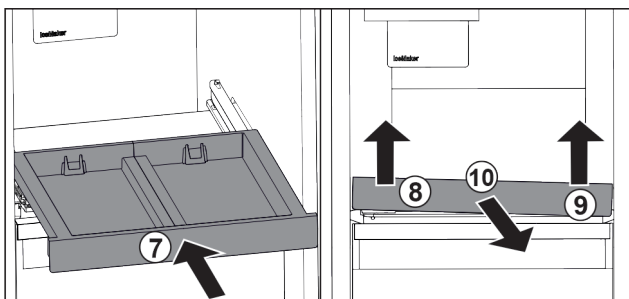

Fig. 125
- ▶ Auszugsbord einschieben. Fig. 125 (7)
- ▶ Auszugsbord vorne links anheben. Fig. 125 (8)
- ▶ Auszugsbord vorne rechts anheben. Fig. 125 (9)
- ▶ Auszugsbord nach vorne entnehmen. Fig. 125 (10)